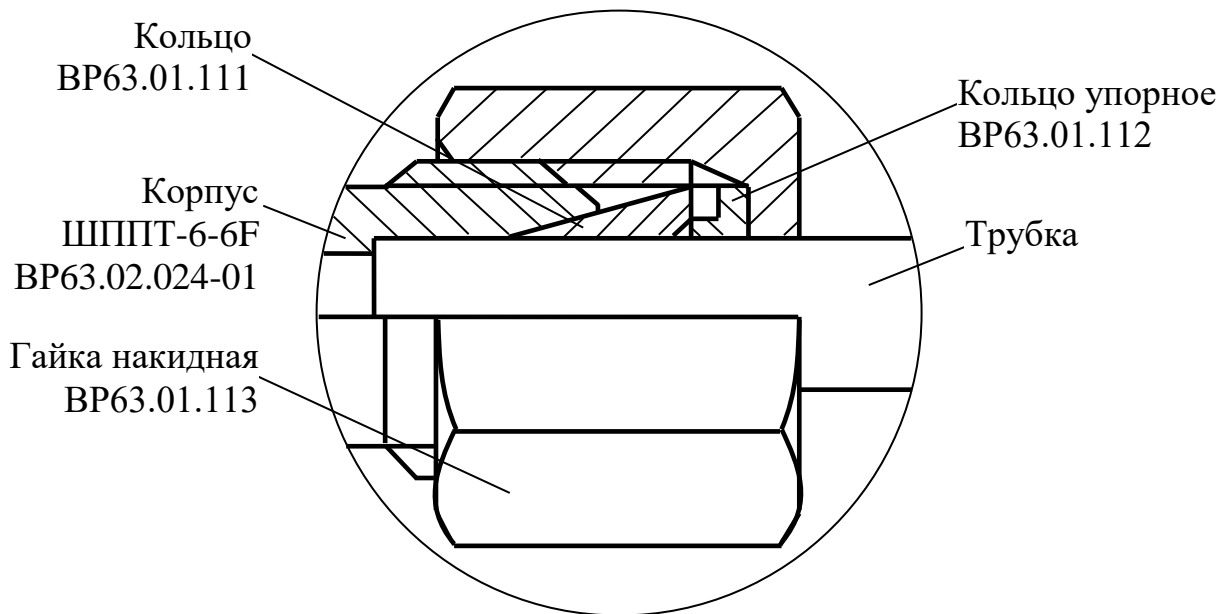

Рисунок 9.3 – Установка трубки в штуцер подачи пробы
4) нанести небольшое количество консистентной смазки (например, ЦИАТИМ-201 ГОСТ 6267-74, Литол-24 ГОСТ 21150-2017) или противозадирной пасты (например, ANTI-SEIZE Compound) на внутренние поверхности накидной гайки и колец (рис. 9.3);